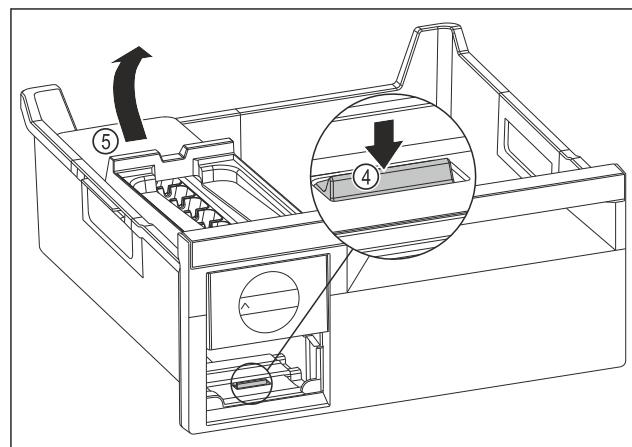

Fig. 117
- ▶ Výjmutí korpusu EasyTwist-Ice: Lamelu Fig. 117 (4) zatlačte prstem směrem dolů a zároveň nadzvedněte druhou rukou korpus EasyTwist-Ice Fig. 117 (5) ze zadu.